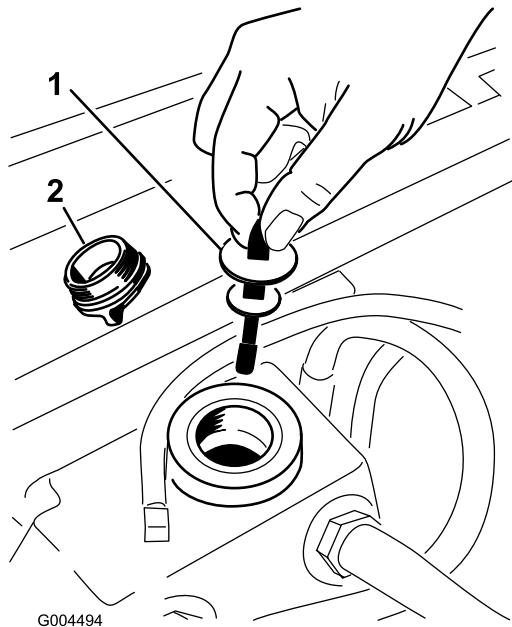

Figura 60
- Retire o tampão de enchimento hidráulico do tubo de enchimento (Figura 60).
- Retire a vareta e limpe-a com um pano limpo (Figura 60).
- Coloque a vareta no tubo de enchimento, retire-a e verifique o nível do fluido (Figura 60).